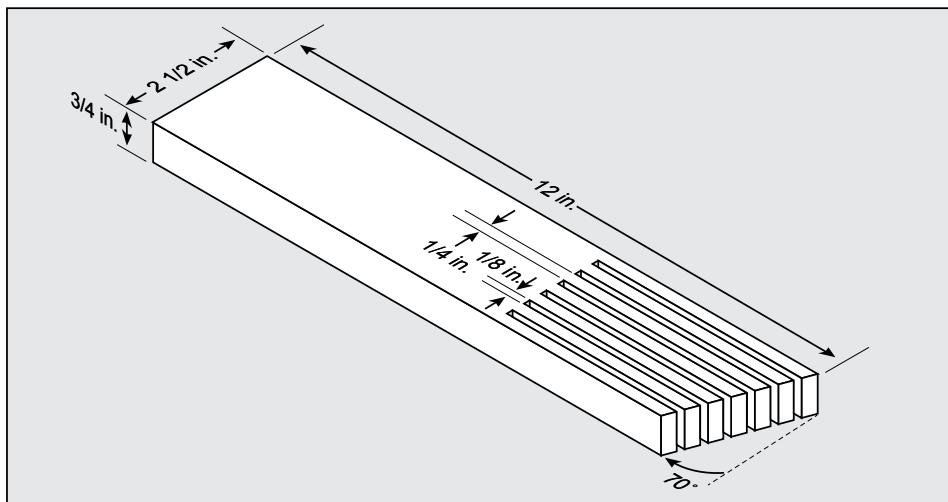

FIGURE 36
Les coupes transversales en biseau sont pareilles aux coupes transversales sauf que l'angle de biseau (A) est réglé à un angle autre que 0°. Lors d'une coupe transversale en biseau, placer le guide d'onglet dans la fente d'onglet à droite de sorte que la lame soit inclinée de l'autre côté de la jauge et des mains. Voir figure 36
Les cale-guides sont utilisés pour maintenir la pièce en contact avec le guide et la table (figure 36) et aider à prévenir les rebonds. Les cale-guides sont particulièrement utiles lors de la coupe de petites pièces et pour compléter les coupes incomplètes. L'extrémité est inclinée avec une série de fentes étroites pour donner une prise de frottement sur la pièce; il est verrouillé en place sur la table ou le guide avec un étau en C.